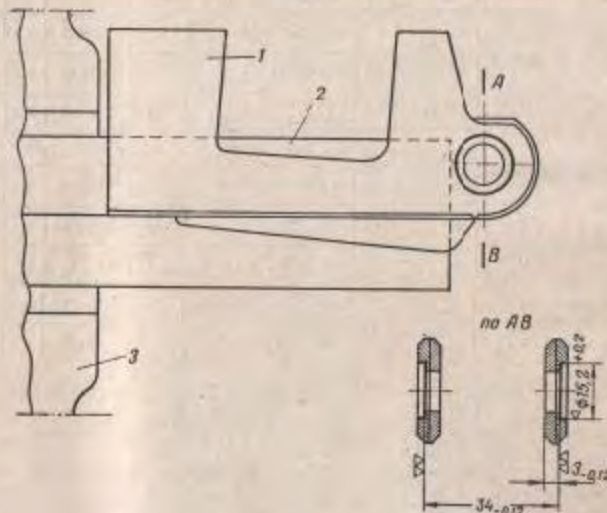

Рис. 160:
3. Вставить в вертикальный шпindel фрезерного станка концевую фрезу диаметром 15 мм и обработать выточку диаметром 15,2^{+0,2} мм, выдержав размер 34_{-0,12} мм (рис. 160).
5. Обработать выточку диаметром 15,2^{+0,2} мм, выдержав размер 34_{-0,12} мм (см. рис. 160).